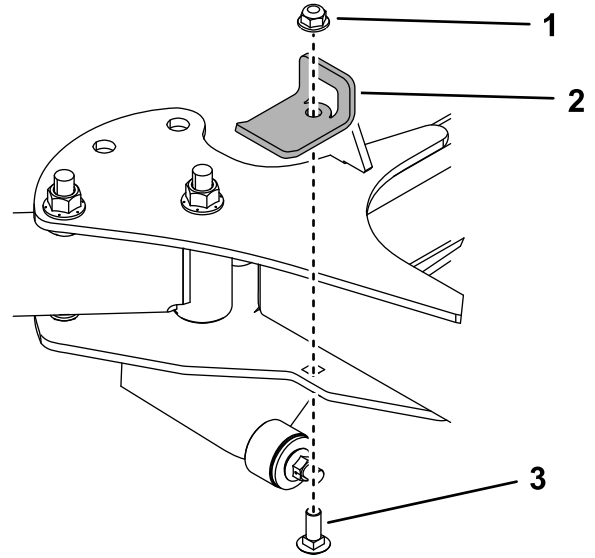

Figura 9
- Utilice un perno de cuello cuadrado ($\frac{3}{8}$ " x 1") y una contratuercas ($\frac{3}{8}$ ") para instalar los toques en ambos lados de la máquina (Figura 9). Apriete el perno a 37–45 N·m (27–33 pies-libra).